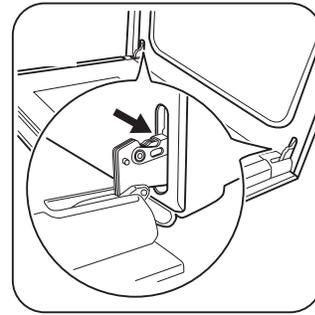

Figure 32: Emplacements des charnières de porte
1. Ouvrez complètement la porte, parallèlement au sol et tenez les deux charnières de porte (Figure 32).
3. Ouvrez complètement la porte du four, parallèlement au sol (Figure 32).